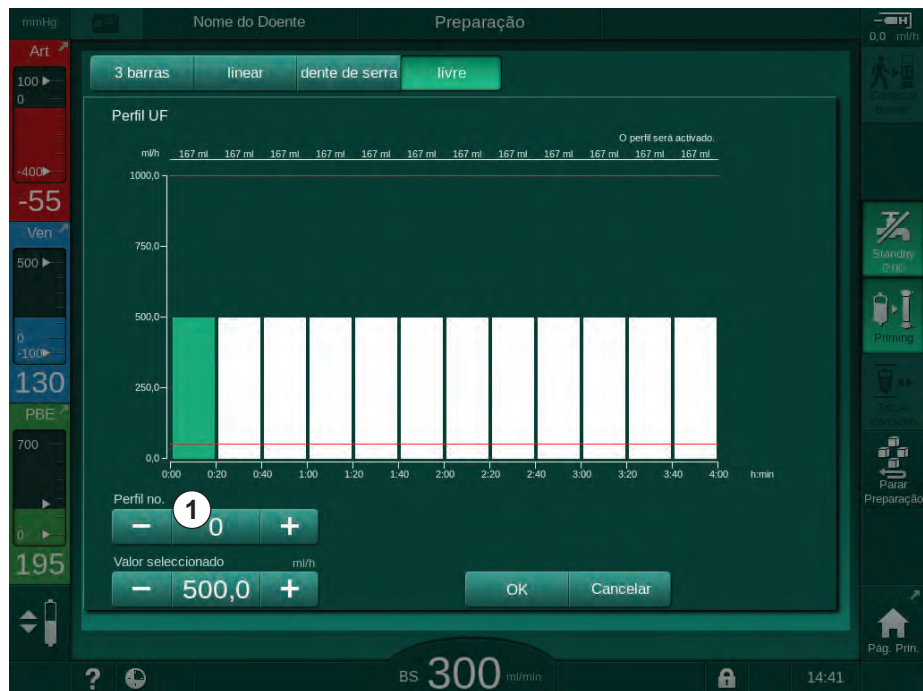

Fig. 5-15 Seleção de perfil UF
4. Para seleccionar um dos 10 perfis de edição livre predefinidos, toque no botão + ou - na caixa do grupo *N.º do Perfil* (Fig. 5-15, ①) ou introduza o número do perfil de 1 a 10 diretamente no campo.